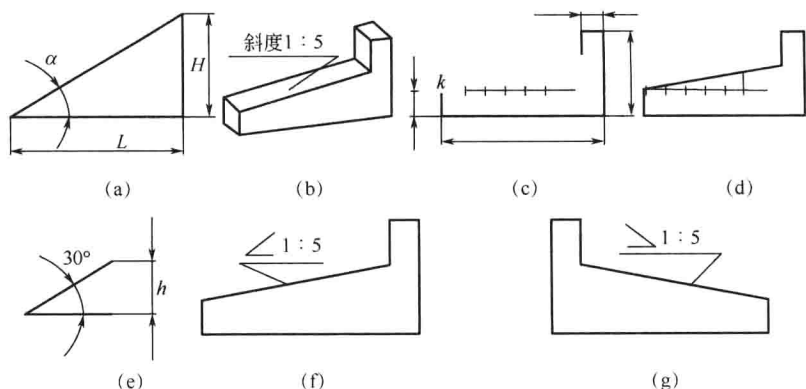
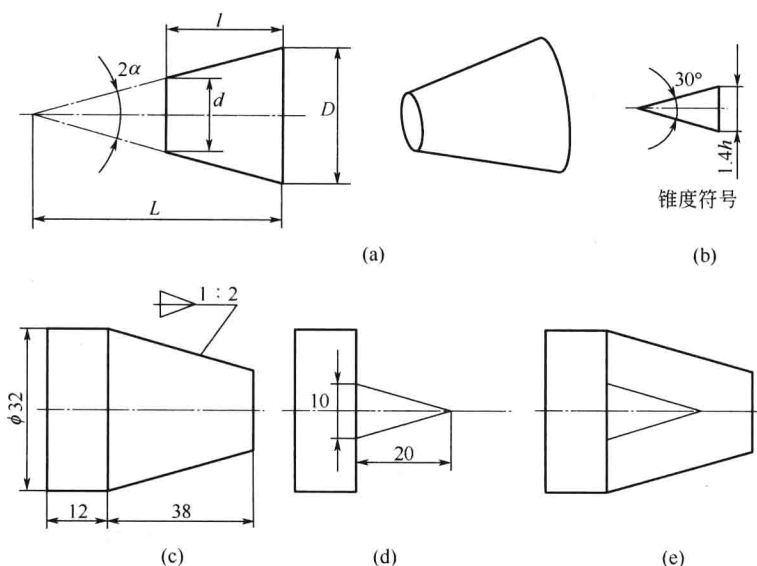

图 1-7 斜度的画法及标注
图 1-8 锥度的画法及标注
(1) 斜度 指一直线（或平面）相对于另一直线（或平面）的倾斜程度。其大小用该两直线（或平面）的正切表示。如图 1-7 所示。
斜度画法：见图 1-7 (c)，过定点 k 作斜度 $1:5$ ，可先作水平线，截取五个单位长度，再作垂线并截取一个单位长度，连线即成，见图 1-8 (d)。
斜度符号：见图 1-7 (e)，图中 h 为数字高度，符号的线宽为 $h/10$ 。
斜度标注：见图 1-7 (f)、(g)，应特别注意，斜度符号的方向应与斜度线方向一致。
(2) 锥度 指正圆锥底圆直径 D 与其高度 L 之比。对于圆锥台，其锥度为两底圆直径之差与高度之比，即：锥度 = $D/L = (D-d)/l$ ，如图 1-8 所示。
锥度符号：见图 1-8 (b)，锥度符号的方向应与锥度线方向一致。
锥度的标注：见图 1-8 (c)。
锥度的画法：见图 1-8 (d)，作一底圆为 10、长度为 20 的辅助锥形，再作锥线的平行线即成，见图 1-8 (e)。